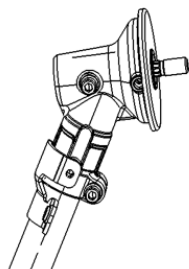
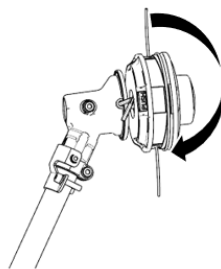

Fig.4
Fig.5
2. Faites pivoter l'arbre d'entraînement jusqu'à ce que vous puissiez voir un trou à l'intérieur du côté de la boîte de vitesses (Fig. 4), placez la clé Allen n° 1 à l'intérieur du trou intérieur et faites tourner la tête de coupe sur l'arbre d'entraînement dans le sens inverse des aiguilles d'une montre jusqu'à ce qu'elle soit suffisamment serrée. . (Fig.5)